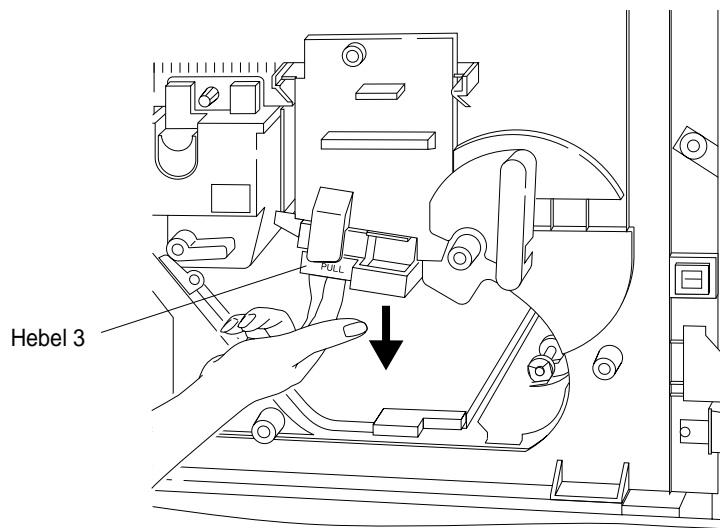

Abbildung 3-39 Absenken der Übertragungseinheit
5. Siehe Abbildung 3-39. Ziehen Sie vorsichtig am Hebel 3, um die Führung der Übertragungseinheit freizugeben. Senken Sie die Übertragungseinheit vorsichtig ab, bis sie auf dem Boden im Inneren des Druckers aufliegt.